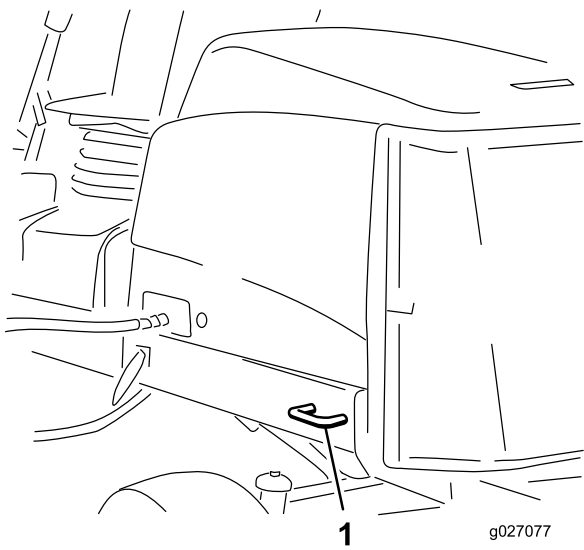

Figure 42
- Arrière – chaque côté de la machine sur le cadre arrière (Figure 42)